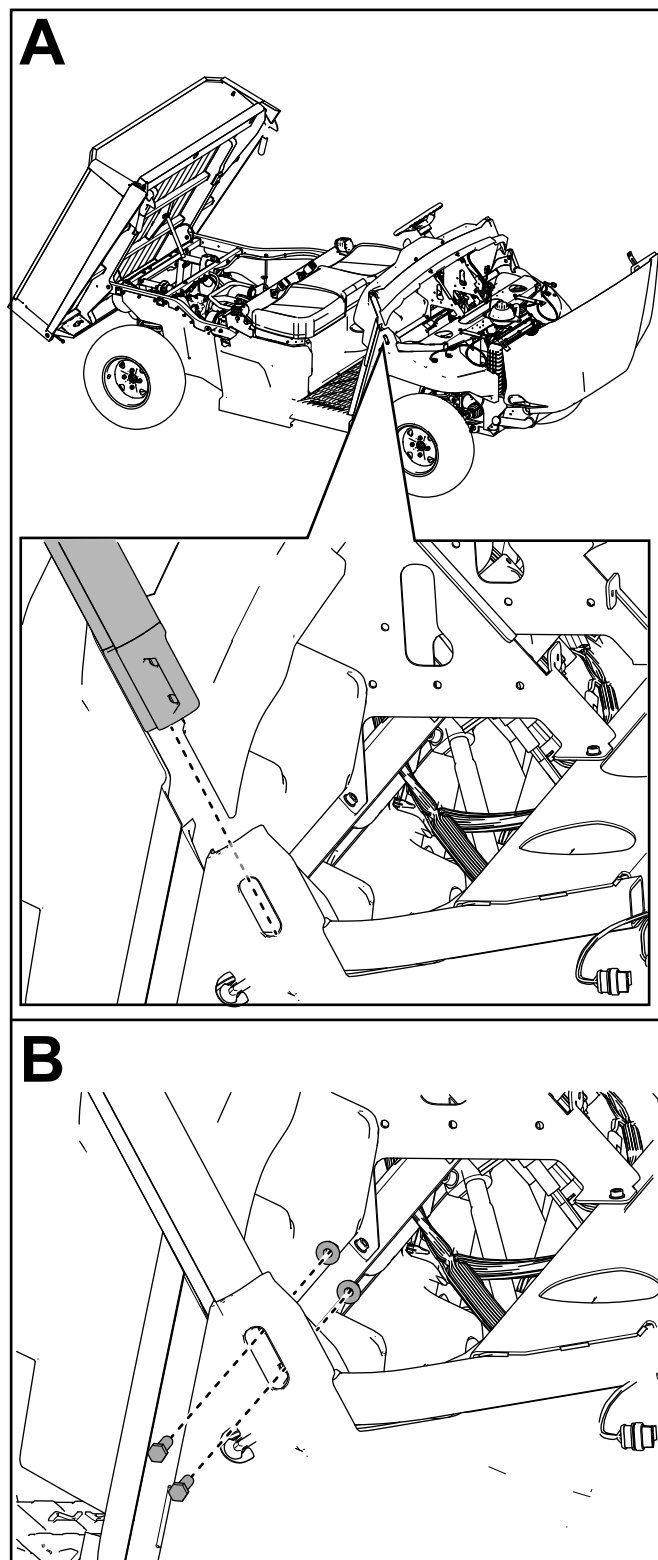

Figura 13
7. Fissate senza serrare il gruppo barra rotazione anteriore di destra alla staffa di montaggio della barra rotazione destra con 2 bulloni a testa esagonale ($\frac{3}{8}$ " x $1\frac{1}{4}$ "") e 2 dadi di bloccaggio ($\frac{3}{8}$ "") come illustrato nella Figura 13.